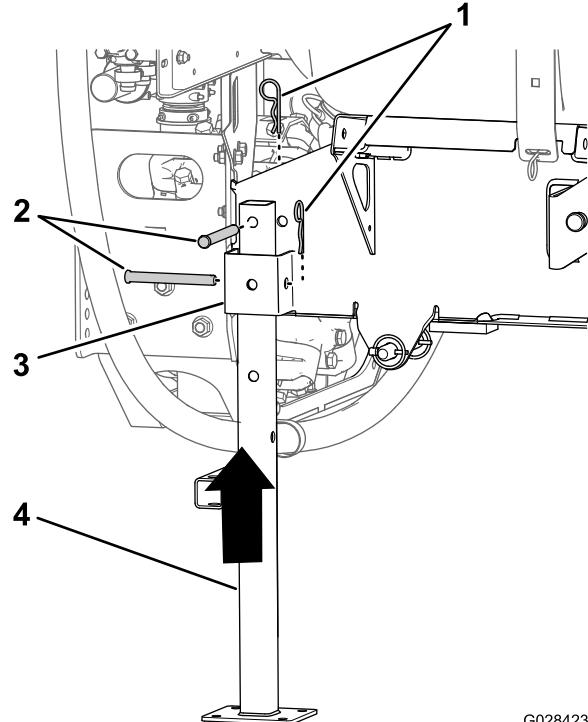

Bild 136
5. Richten Sie den hinteren Stützbock an der hinteren Stützbockaufnahme aus (Bild 136).
6. Fluchten Sie das Loch oben am Stützbock mit dem Loch im Rahmen des Behältergestells aus (Bild 136).
7. Befestigen Sie den Stützbock mit zwei Lastösenbolzen ($\frac{1}{2}$ " x $4\frac{1}{2}$ ") und zwei Sicherungsstiften ($\frac{5}{32}$ " x $2\frac{5}{8}$) an der Aufnahme und dem Rahmen, wie in Bild 136 dargestellt.